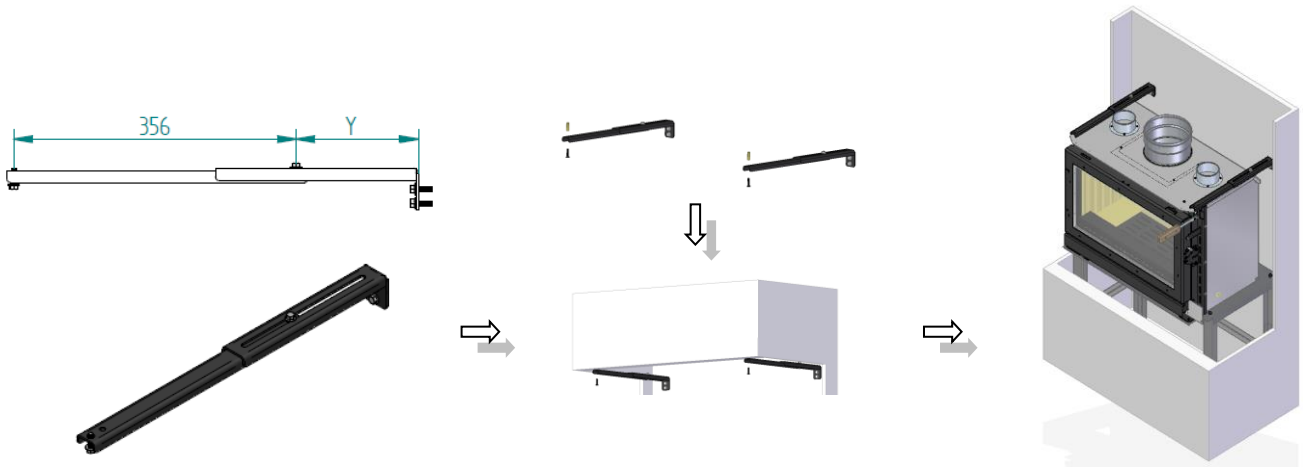

Figure 9 - Ensemble du support supérieur - PA1090G053
8. Pour appliquer les supports supérieurs, avant de les fixer au mur, vous devez les fixer à l'extérieur selon la mesure indiquée sur la Figure 9. La mesure "Y" est la distance que le support aura par rapport au mur de fixation, cette mesure doit être prise à l'endroit à installer afin de serrer ultérieurement le jeu de fixation.